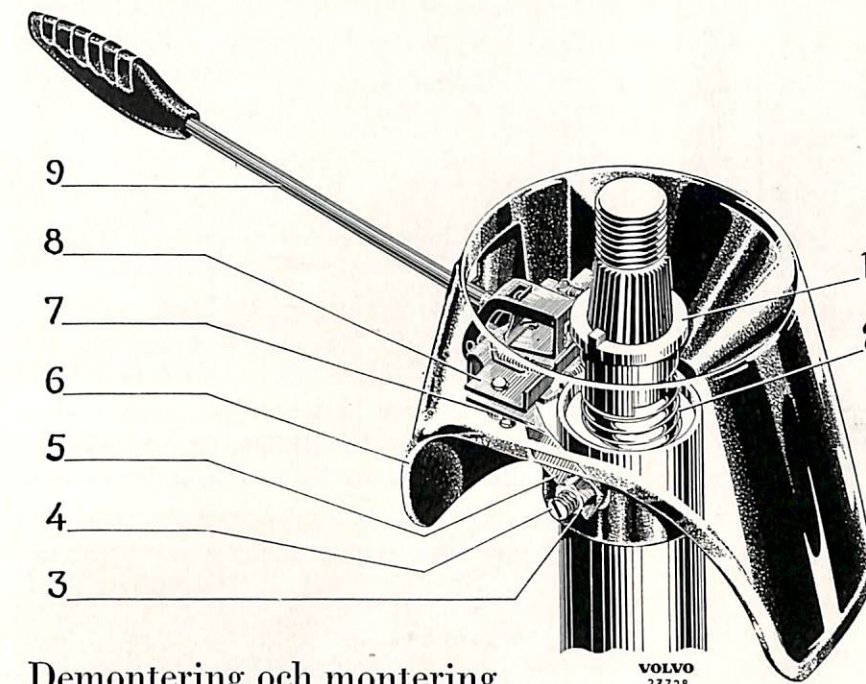

Bild 23. Körvisaromkopplare.
3. Lossa låsmuttern, 3 bild 23, samt skruva ur stoppskraven (4) några varv.
Justering av körvisaromkopplaren sker genom att skruv 4 bild 23 lossas varefter kåpa med omkopplare kan vridas i önskat läge. I höjddled bör en spalt på omkr. 2 mm lämnas mellan ratt och kåpa.